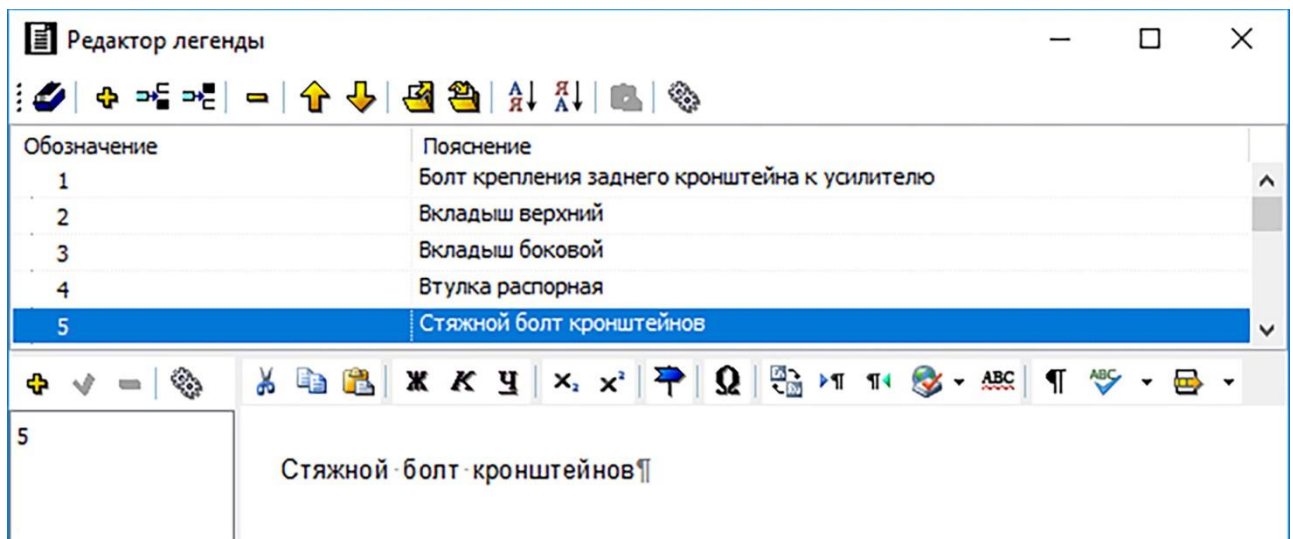

Рисунок 237
6) Подобным образом введите пояснения к остальным выноскам (рисунок 237). Не рекомендуется в поле номера выноски вводить длинные текстовые обозначения или пояснения.